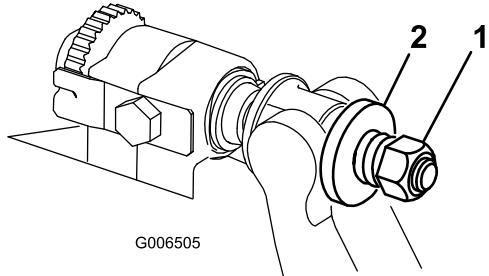

Figura 27
4. Apriete la tuerca de tensado del muelle hasta que el muelle esté comprimido del todo, luego aflojela 1/2 vuelta (Figura 27).